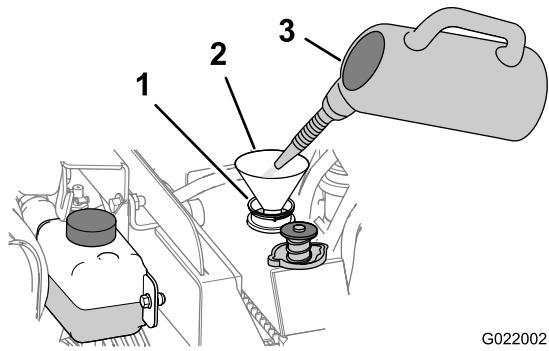

Figure 141
- B. Versez une solution de nettoyage du système de refroidissement dans le radiateur par le goulet de remplissage (Figure 141).